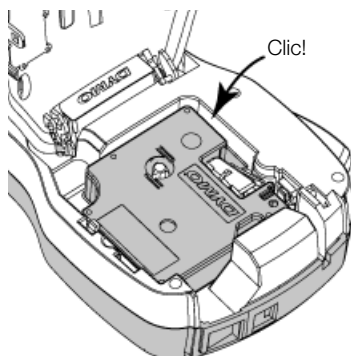

Figura 6
- 3 Inserire la cartuccia e premerla con decisione fino ad avvertire uno scatto che ne indica l'inserimento corretto. Vedere la Figura 6.